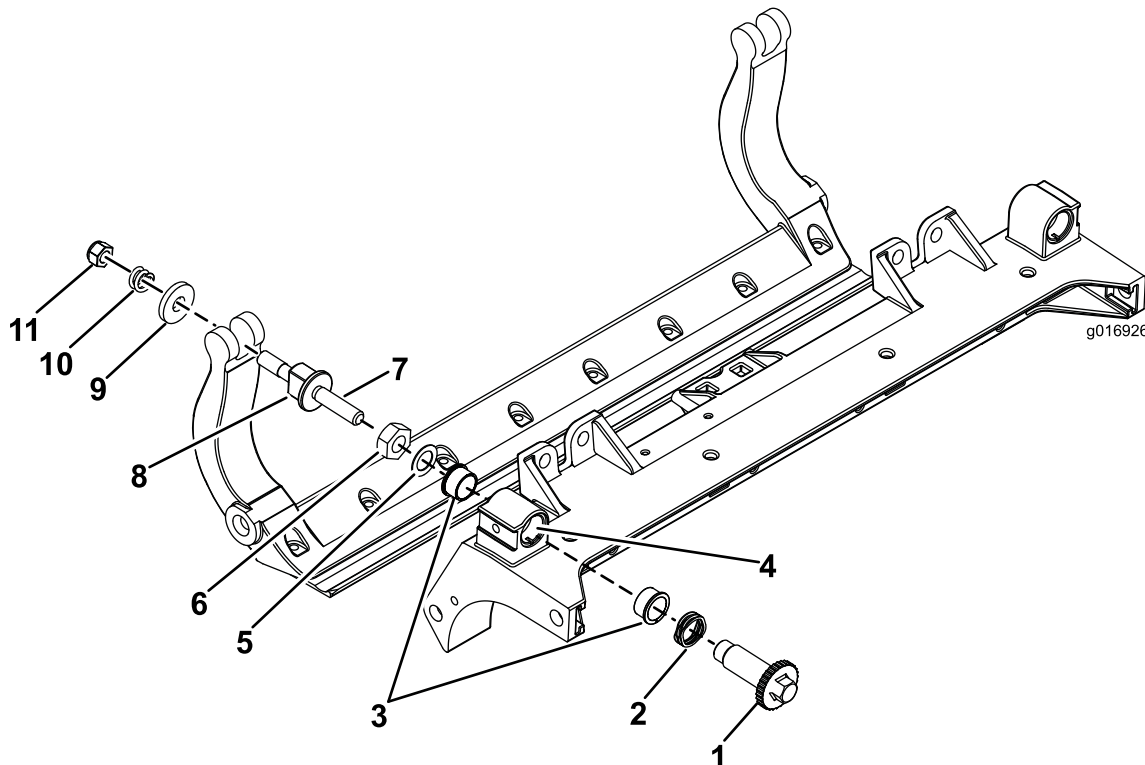

Figura 36
1. Îndepărtați toate piesele (consultați *Instrucțiunile de instalare* pentru Setul HD DPA în **Figura 36**).
2. Aplicați agent anti-blocare în interiorul bucei de pe cadrul central al unității de tăiere (**Figura 36**).
3. Aliniați cheile de pe bucele cu flană cu fantele din cadrul și instalați bucele (**Figura 36**).
4. Montați o aibă ondulată pe arborele urubului de reglare și glisați-l în bucele cu flană din cadrul unității de tăiere (**Figura 36**).
5. Fixați arborele urubului de reglare cu o aibă plată și o contrapiuliță (**Figura 36**).
12. Amplasati o aibă din oel în afara fiecărei aibe din nailon (**Figura 36**).
- Notă:** aibe din interior pot lăsa un spațiu (**Figura 36**).
comprimare este complet comprimat, apoi slăbii piulia cu jumătate de rotaie (Figura 36).